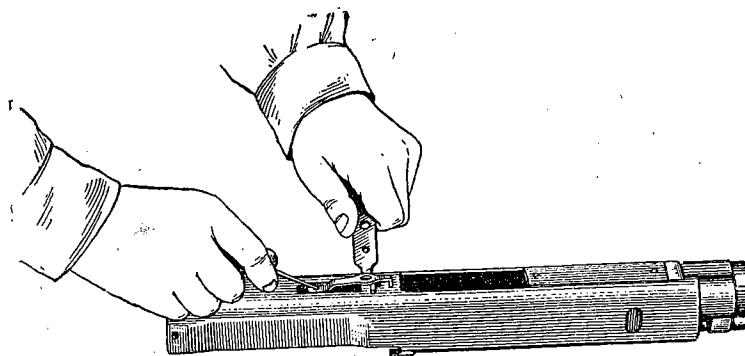

Рис. 55. Отделение пружины отражателя
- лезвием отвертки поднять вверх передний конец пружины отражателя настолько, чтобы загнутый конец ее вышел из выреза в ствольной коробке (рис. 55);